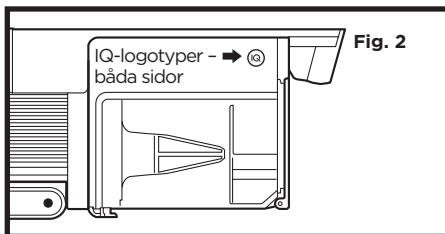

Fig. 2
- 2 Lokalisera sensorerna inuti munstycket på handdammsugaren. Sensorerna finns på munstyckets innerväggar, cirka 8 cm ner i luftvägen, i linje med IQ-logotyperna (Fig 2) på utsidan.